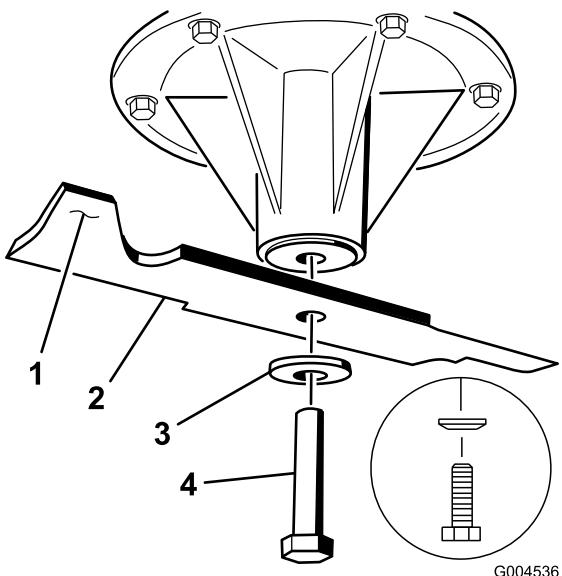

Figure 91
2. Enlevez de l'axe, le boulon, la rondelle bombée et la lame (Figure 91).
3. Si la lame est déséquilibrée, limez un peu l'extrémité de l'ailette seulement (Figure 91).